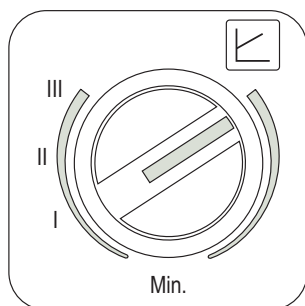

fig. 24
- Impostazione Dp-v Prevalenza Proporzionale (fig. 24)